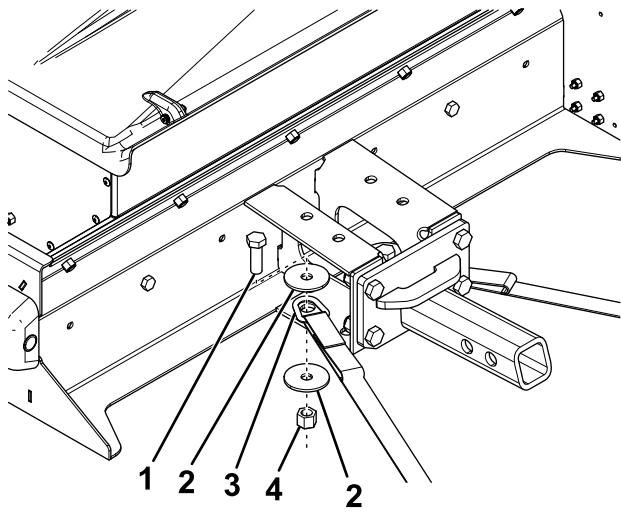

Figura 14
- Sujete el extremo que lleva anilla en D de las correas con carraca al soporte de montaje del esparcidor con 2 pernos (1/2" x 1 1/2"), 4 arandelas (1/2") y 2 contratuercas (1/2"), como se muestra en la Figura 14.